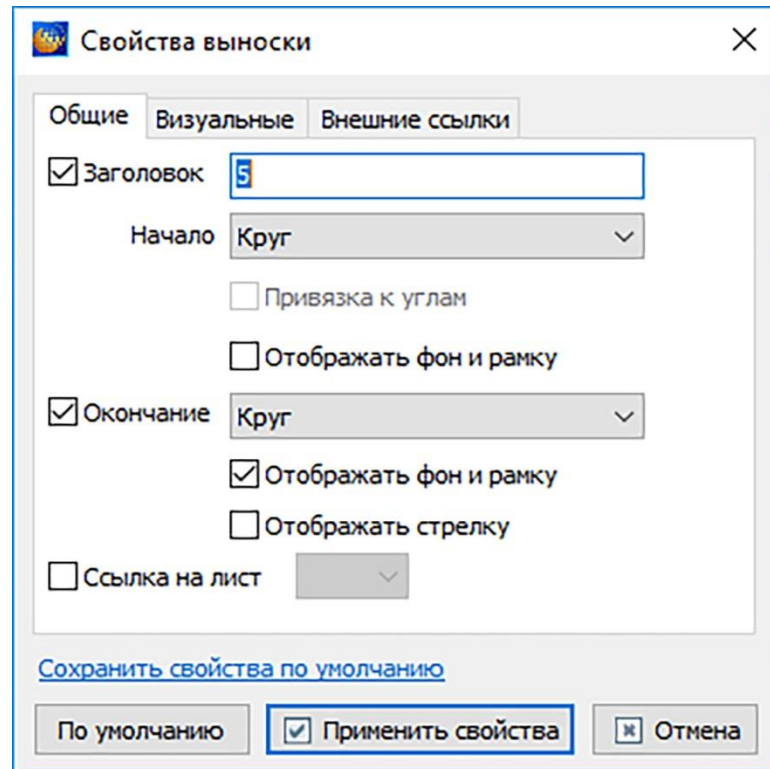

Рисунок 228
3) В появившемся диалоговом окне **Свойства выноски** внесите необходимые изменения на вкладках **Общие**, **Визуальные** и **Внешние ссылки** (рисунок 228).